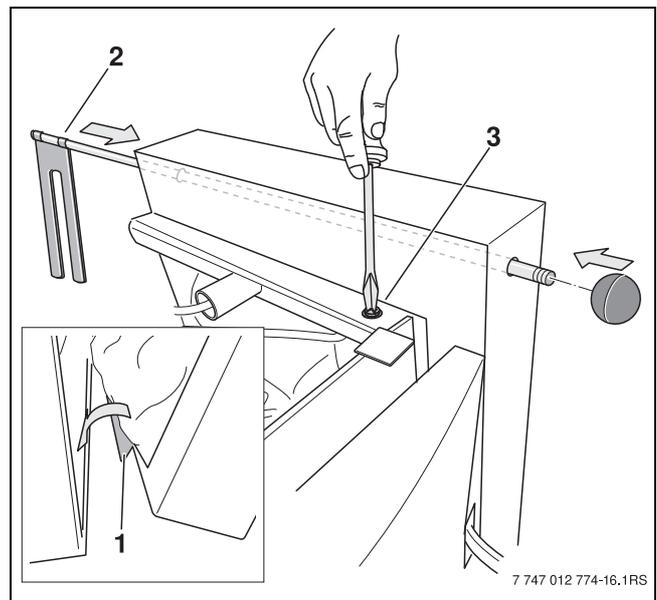

Fig. 14 Montaggio dei rivestimenti laterali
- Selezionare il rivestimento corretto per ogni lato. Il rivestimento del lato destro della caldaia presenta un'apertura sul lato posteriore per l'apparato meccanico della serranda di aiuto accensione (→ fig. 14).
- Solo per il lato destro: far passare la leva di regolazione della serranda di aiuto accensione attraverso l'apertura del rivestimento (→ fig. 14, pos. 2; → sezione "Montaggio della leva di regolazione della serranda di aiuto accensione" pag. 19).
- Con l'ausilio delle viti allegiate, fissare il rivestimento laterale alla parte superiore del corpo caldaia (→ pos. 3).
- Far passare la leva di regolazione della serranda di aiuto accensione attraverso l'apertura del rivestimento (→ fig. 14, pos. 2).